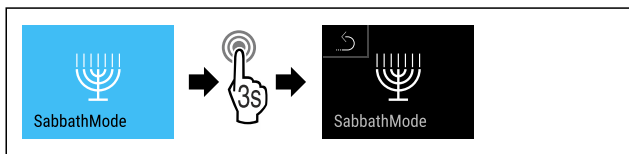

Fig. 13
- ▶ Eseguire i passaggi (vedere Fig. 13).